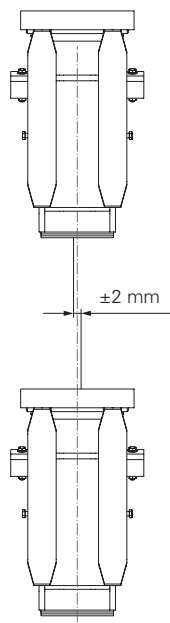

Fig. A3.33
- Dispositivo di sospensione IV: ± 2 mm (Fig. A3.33)